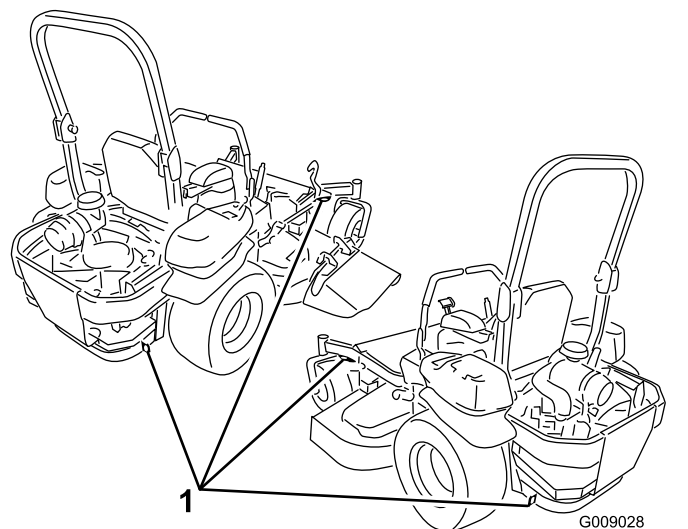

Figure 40
5. Servez-vous des points d'attache en métal de la machine pour l'arrimer solidement sur la remorque ou le véhicule de transport au moyen de sangles, chaînes, câbles ou cordes (Figure 40).